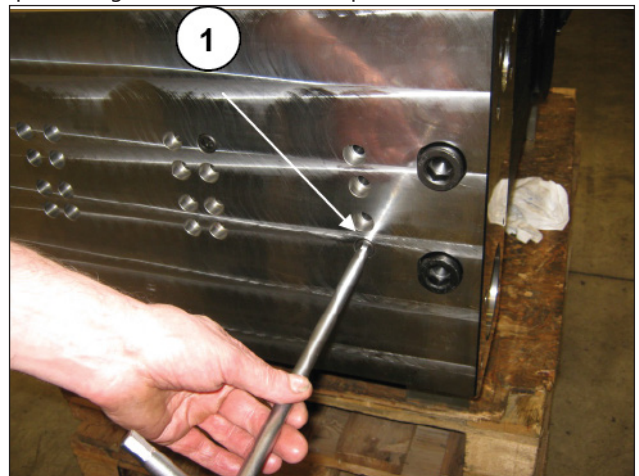
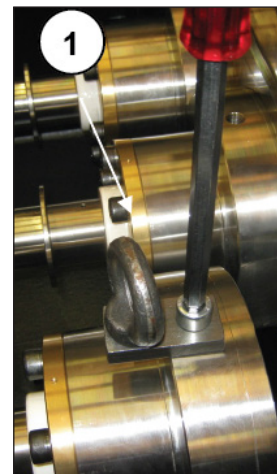

Fig. 202
Fig. 203
Providencie a desmontagem do grupo do pistões, soltando os parafusos de fixação do suporte da camisa (pos. ①, Fig. 202), depois da montagem da ferramenta de suporte do grupo (pos. ①, Fig. 203) ou ferramenta específica cód. 27781100.